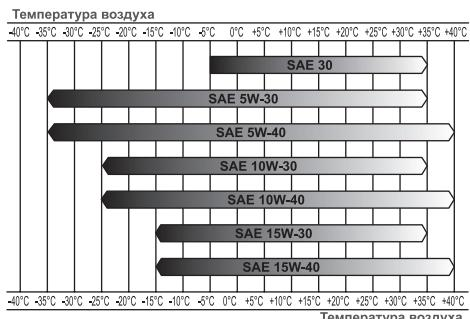

Рис. 14 Определение вязкости масла
бензинового двигателя категории SJ и выше по системе классификации API. Вязкость масла по классификации SAE выбирается в зависимости от температуры окружающего воздуха, при которой будет работать двигатель. При выборе вязкости масла пользуйтесь таблицей, показанной на Рис. 14.
- После запуска двигателя переведите рычаг газа в положение «2» (Рис. 14) и прогрейте двигатель на холостых оборотах в течение 30 секунд.